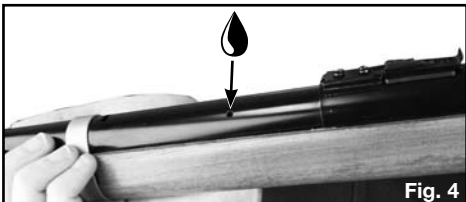

Fig. 4
- Tout en gardant votre main loin de la sortie du canon, ouvrez la porte de chargement des BB. (Fig 4).